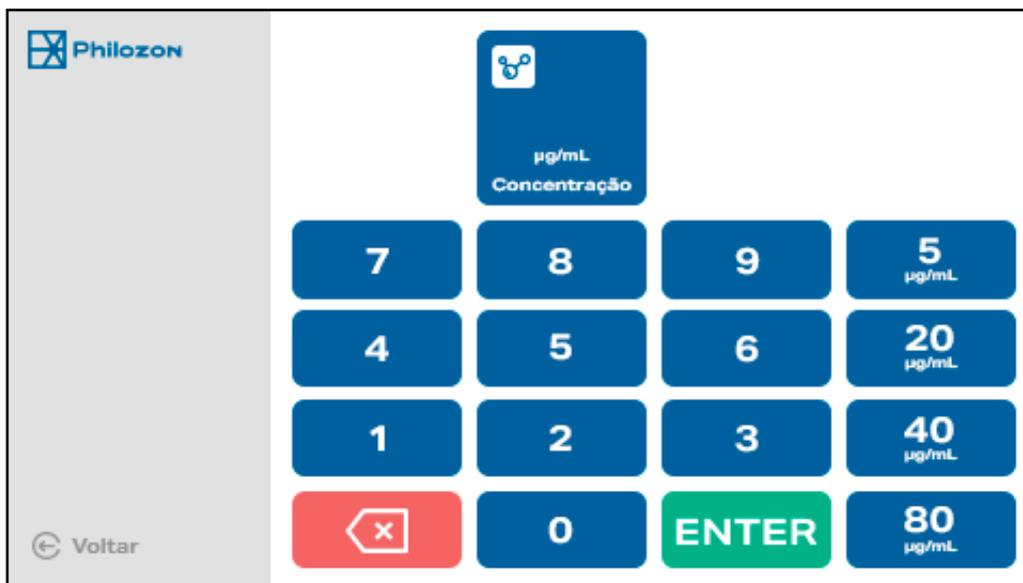

Figura 20 - Tela ajuste concentração
i) Tempo: proporciona a injeção de gás ozônio durante um tempo pré-estabelecido. Para operar, clicar no botão tempo e escolher o tempo desejado e confirmar na tecla ENTER, (Figura 20). Caso deseje desativar ajuste de tempo, basta selecionar o botão OFF.